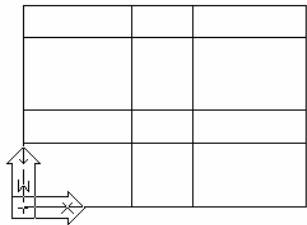

图 7-106
(5)选择(工具)/(草图设置命令)对话框中选择(对像近捕捉)选项卡,选中其中的(端点)复选框,单击按钮,按F3键打开捕捉模式,在图形中分别选择横向第一条轴线和最后一条轴线的下端点,完成第一条纵轴线,单击按钮,将纵向轴线分别向上偏移2 400、3 600、6 300和7 500得到的第二、三、四、五条轴线,完成轴线的创建。如图7-106所示。